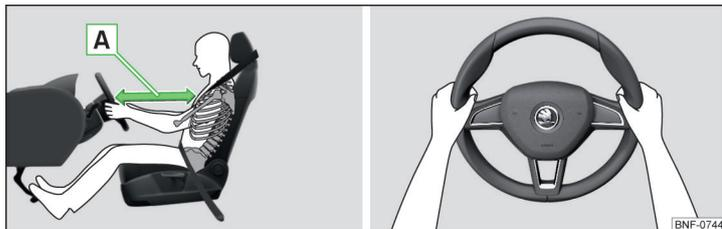

Abb. 2 Richtige Sitzposition des Fahrers / Richtige Lenkradhaltung
- ✓ Den Fahrersitz so einstellen, dass die Pedale mit leicht angewinkelten Beinen völlig durchgetreten werden können und der Abstand zwischen Lenkrad und Brustbein mindestens 25 cm beträgt » Abb. 2 - A.
- Während der Fahrt das Lenkrad mit beiden Händen seitlich am äußeren Rand in der „9-Uhr“- und „3-Uhr“-Position festhalten » Abb. 2. Niemals das Lenkrad in der „12-Uhr“-Position oder in einer anderen Art und Weise festhalten (z. B. in der Lenkradmitte, am inneren Lenkradrand u. Ä.). Anderenfalls könnte man sich bei der Airbagauslösung schwere Verletzungen an Armen, Händen und Kopf zuziehen.